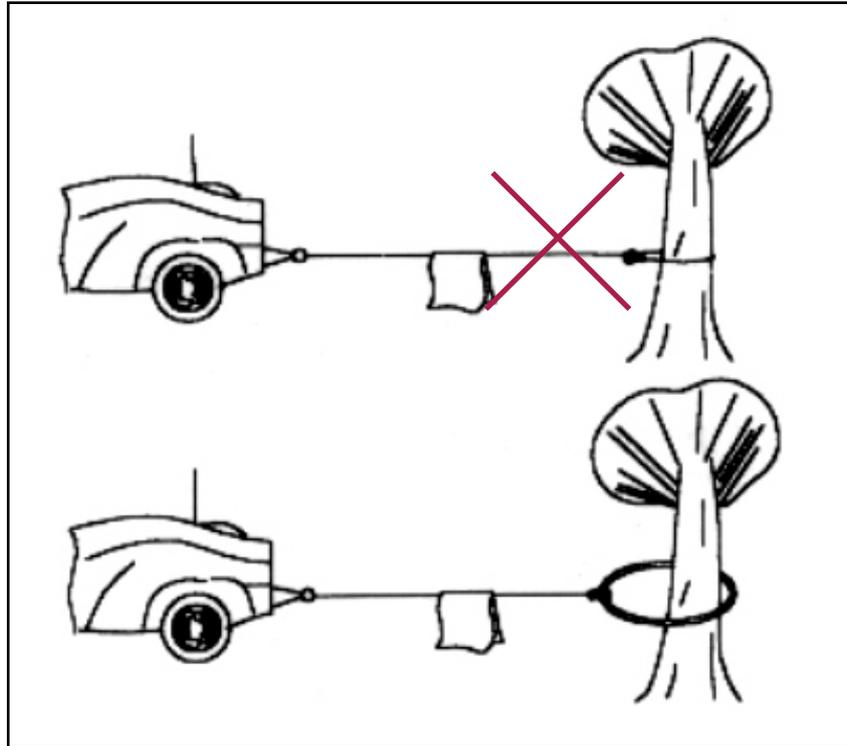

Figura 19 – Sfilare il cavo / aggancio ad imbracatura.
- Quando si deve agganciare un carico che non ha un apposito punto di aggancio, si deve ricorrere ad imbracature, cinghie o catene (Figura 19), e non tentare di fissare il gancio sul cavo stesso.